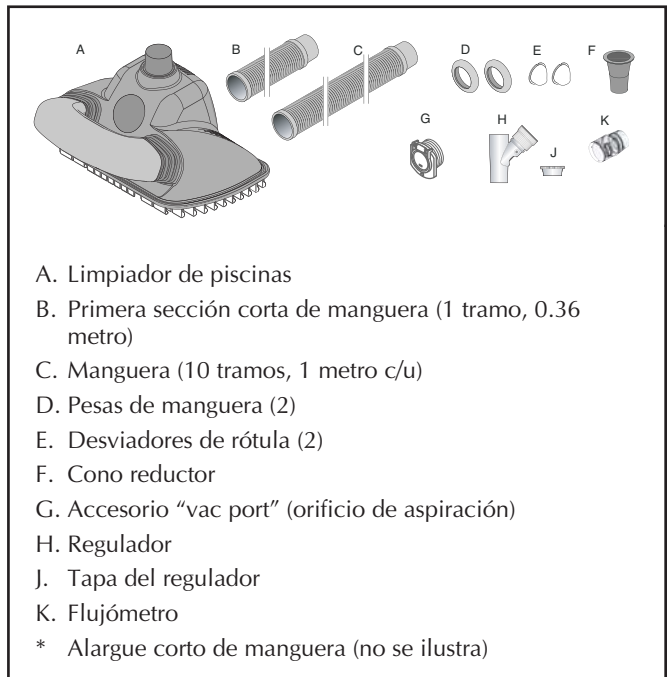

Figura 3
Paso 3: Inspeccione la piezas (Figura 3)